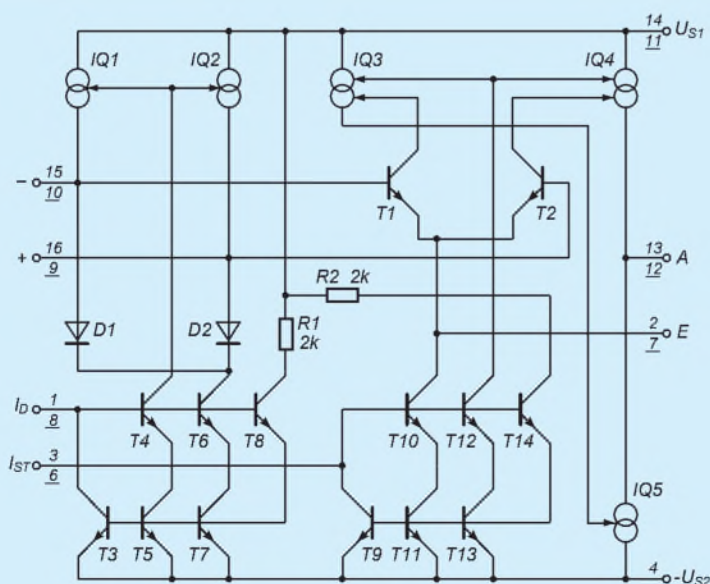

Bild 1: Vereinfachte Innenschaltung der OTA CA 3280 bzw. BA 6110
Prinzipiell ist die Übertragungskennlinie des Differenzverstärkers aus T1 und T2 nur bei Differenzeingangsspannungen von $U_e < U_T$ als linear anzusehen. Verbesserungen ergeben sich, wenn die Übertragungskennlinie des OTA linearisiert werden kann. Diese Aufgabe übernehmen bei den Bauelementen CA 3280 bzw. BA 6110 die Dioden D1 und D2 im Bild 1, die tatsächlich Transistoren mit gleicher Geometrie wie T1 und T2 sind. Man kann deshalb von sehr weitgehend identischen Kennlinien ausgehen. Das gilt auch bei wechselnder
Zwischen der Grenzfrequenz und dem Steuerstrom besteht nach (6) ein linearer Zusammenhang. Eine exponentielle Steuerkennlinie erfordert normalerweise einen zusätzlichen e-Funktionsgenerator. Der innere Schaltungsaufbau der beiden OTA CA 3280 und BA 6110 erlaubt aber, wenn sie als linearisierte OTA betrieben werden, eine Lösung ohne diese Baugruppe. Diese Möglichkeit resultiert aus der Tatsache, daß die beiden Stromspiegel T3 bis T8 und T9 bis T14, welche die Ströme I_D und I_{ST} den Linearisierungsdioden bzw. dem Differenzverstärker zuleiten, sehr ähnlich ausgelegt sind, wie man es auch dem in Bild 1 dargestellten Wirkprinzip entnehmen kann.